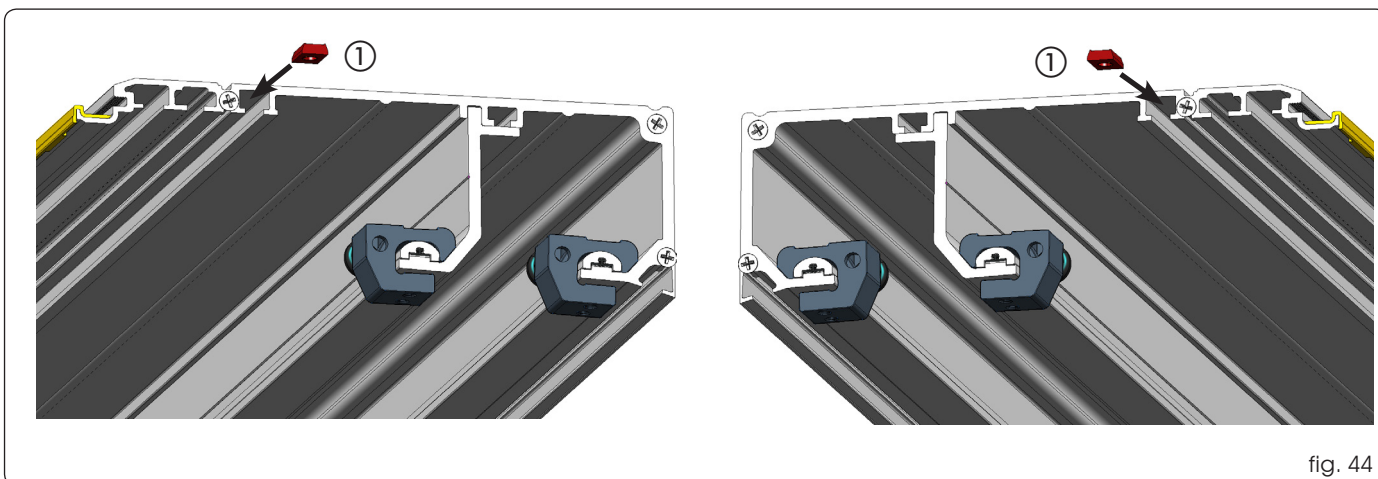

fig. 44
Verder moeten er drie bevestigingsbeugels van de carter worden gemonteerd, twee aan de zijkant en een in het midden, met gebruikmaking van de zijplaatjes fig. 44 ref. ①.